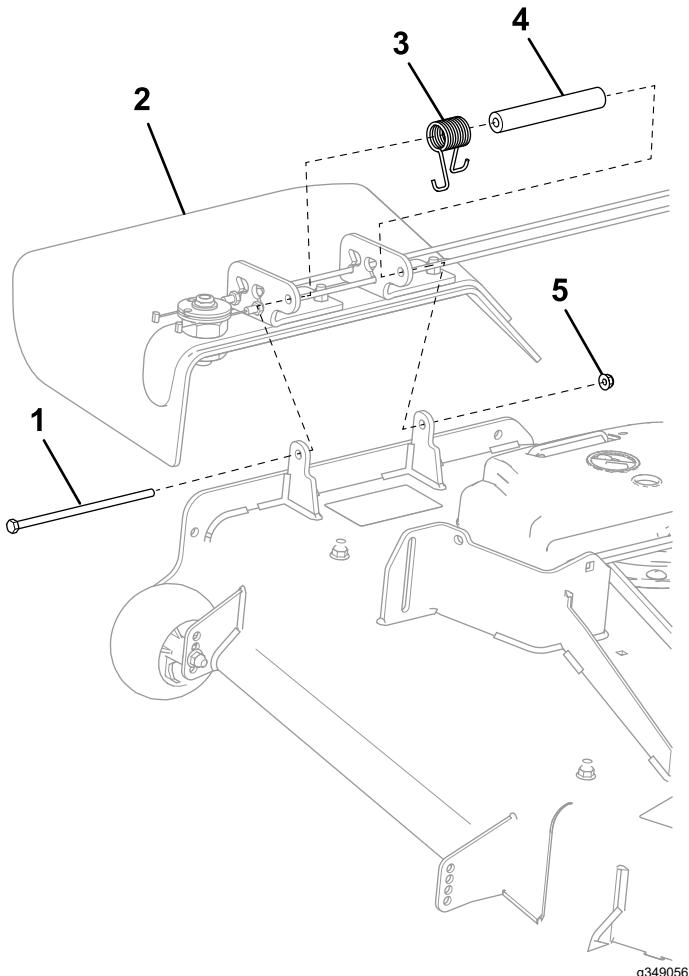

Figura 7
1. Coloque el nuevo espaciador y muelle en el conducto de descarga (Figura 7).
2. Instale el perno de cabeza hexagonal (5/16" x 7 1/2") y la contratuerca (5/16"), tal y como se muestra en la Figura 7.